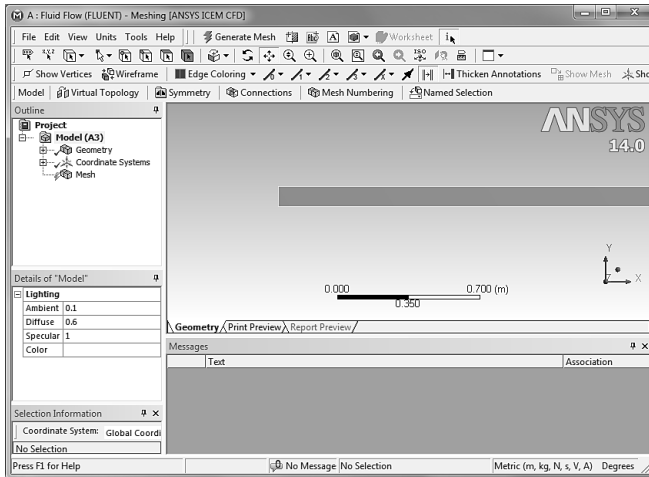

Рис. 1.17
- 1) В Workbench дважды кликаем по Mesh. При этом запускается программа Meshing, рис. 1.17.